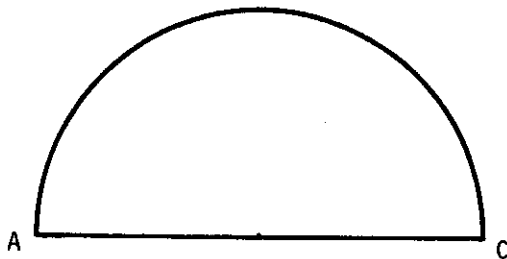

Figure 1
- Placez un point B (comme il vous plaira sur le segment AC, (reproduire la figure 1 avec $AC = 1$ dm) et tracez les demi-cercles de diamètre AB et BC respectivement, situés du même côté de AC que le demi-cercle de diamètre AC déjà tracé.